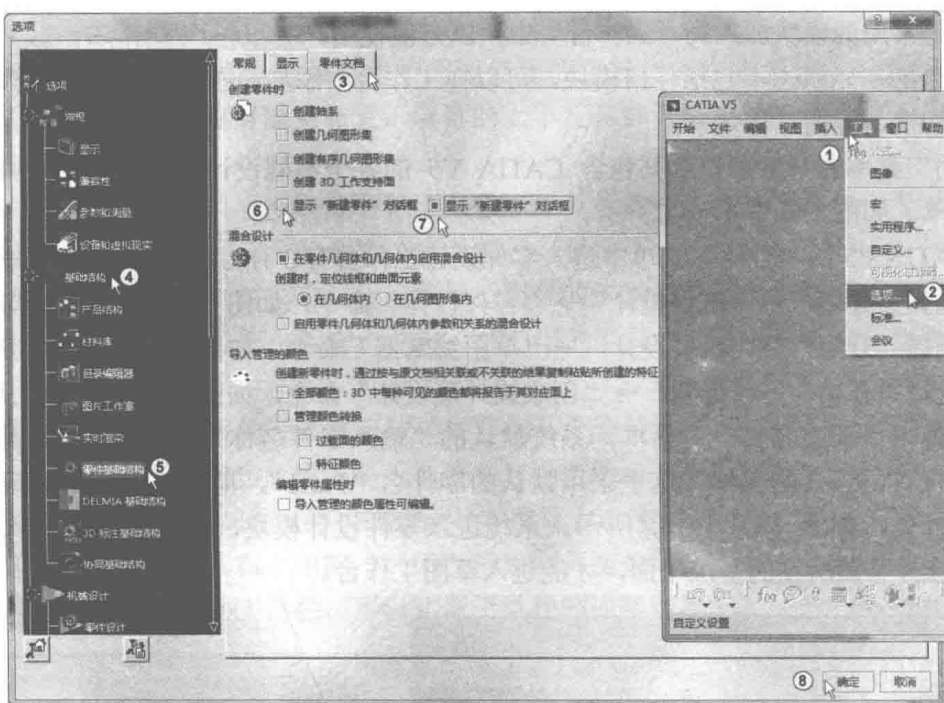

图 1-8 调出显示“新建零件”对话框
如果上述“新建零件”对话框出现，请跳过这步进行下一步操作；如果上述“新建零件”对话框不出现，则可将其调出。调出过程为选择菜单“工具”→“选项”命令，如图 1-8 中①②所示。系统弹出“选项”对话框，选择“零件文档”选项卡，如图 1-8 中③所示。选择“基础结构”→“零件基础结构”命令，如图 1-8 中④⑤所示。单击“显示‘新建零件’对话框”前的方框使其被选中，如图 1-8 中⑥⑦所示。单击“确定”按钮，如图 1-8 中⑧所示。